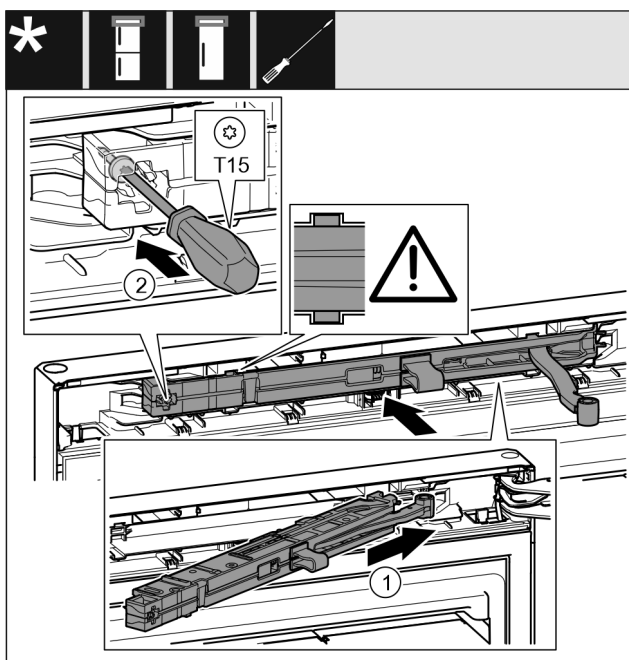

Fig. 51
- Jednotku tlumiče zavírání Fig. 51 (1) na straně stojanu ložiska zasuňte až na doraz šikmo do vybrání.
- Šroubovákem šroub Fig. 51 (2) pevně utáhněte.